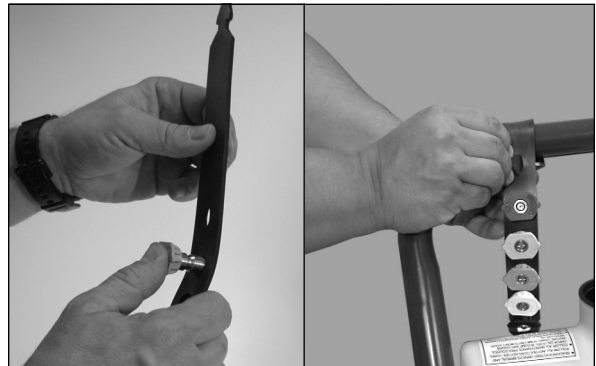

Figura 9 – Inserte las boquillas de pulverización en el soporte de caucho
9. Instale las boquillas de conexión rápida en el soporte para boquillas y sujételo al mango de la lavadora a presión. Vea la figura 9.